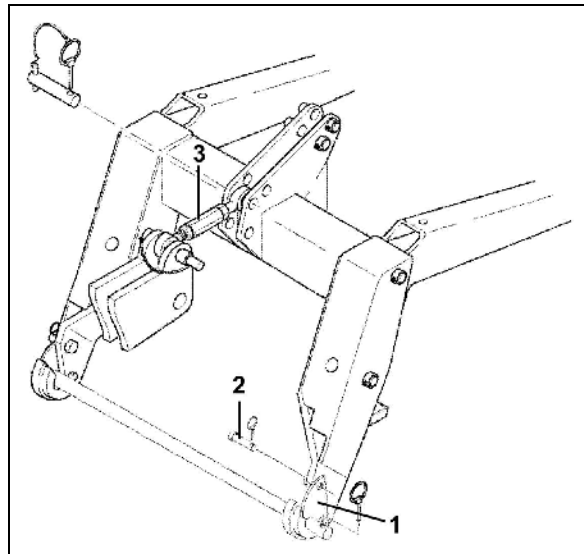

Fig. 62
2. Nach dem Ankuppeln Sicherungslaschen (Fig. 62/1) über die Zapfen der Unterlenker schwenken und jede Sicherungslasche mit einem Bolzen (Fig. 62/2) und Klappstecker sichern.
3. Den kurzen Oberlenker (200 bis 260 mm - Fig. 62/3) am oberen Anlenkpunkt der Sämaschine und am Hubrahmen mit dem Bolzen Ø 25 x 100 mm abstecken.